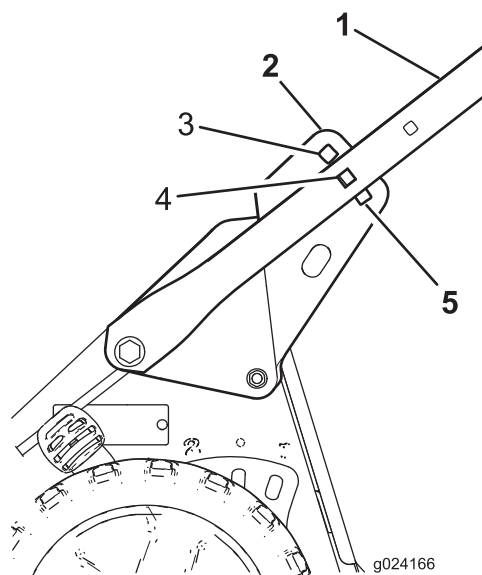

Figura 5
5. Sitúese detrás de la máquina en la posición normal del operador para determinar la altura del manillar que le sea más cómoda (Figura 5).